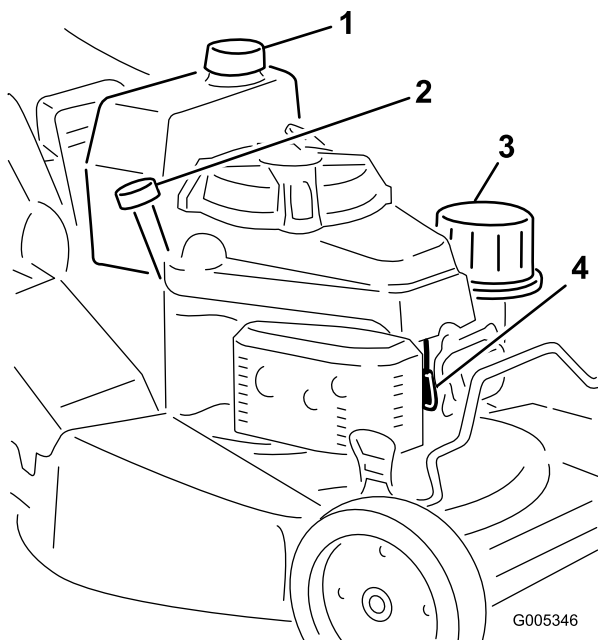

Figure 13
1. Nettoyez la surface autour du bouchon du réservoir de carburant (Figure 13).
- Branchez la bougie (Figure 13).